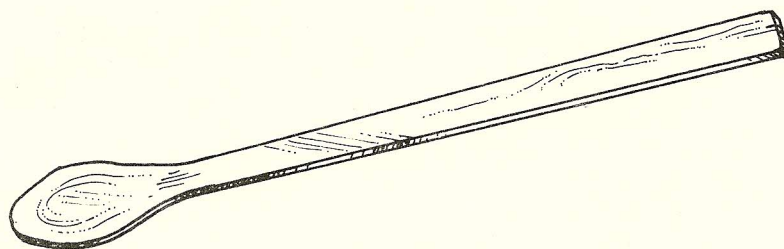

FIGURA 4 - Pã de madeira
- pá de madeira com cabo longo (Figura 4)